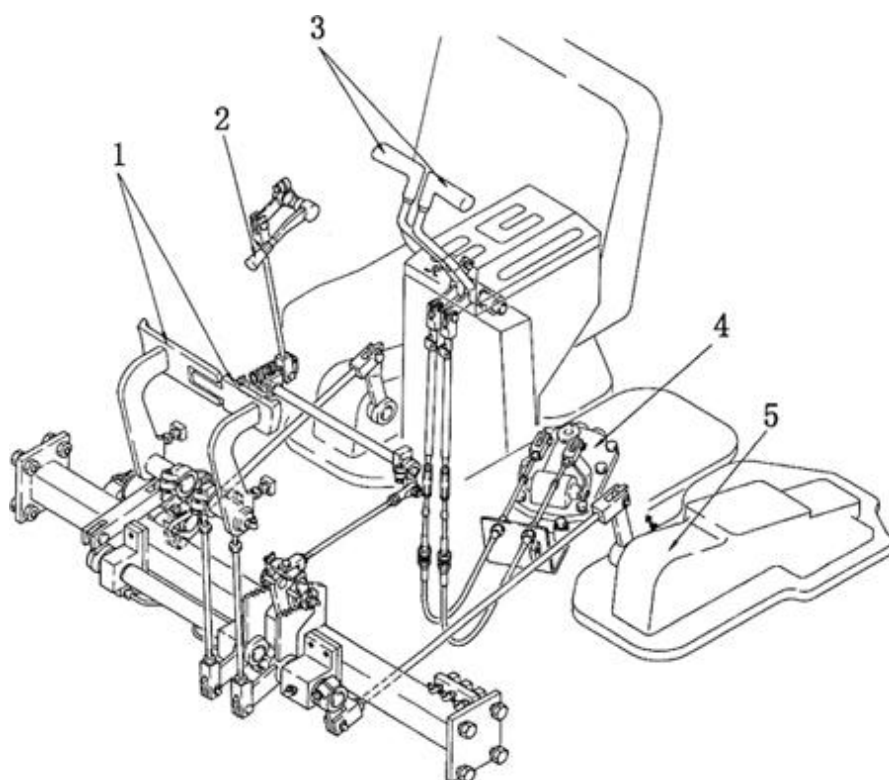

Рис. 5-44
2. Рулевое управление (см. Рис. 5-44)